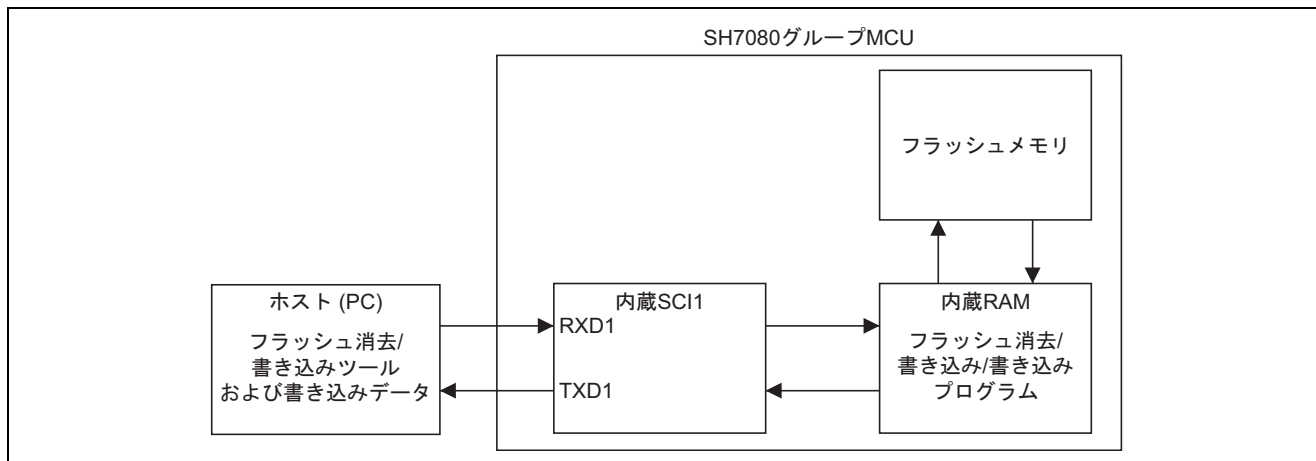

図 1 ユーザプログラムモード時のフラッシュ消去/書き込み動作概要
本応用例では、ユーザプログラムモードを用いて、ユーザアプリケーション実行中に内蔵フラッシュメモリの消去/書き込み動作を行います。フラッシュメモリの書き込み状態には、UART を用いてホスト (PC) とシリアル通信を行い、ホスト (PC) から受信したコマンドを判定して遷移します。図 1 に本応用例の基本仕様を示します。